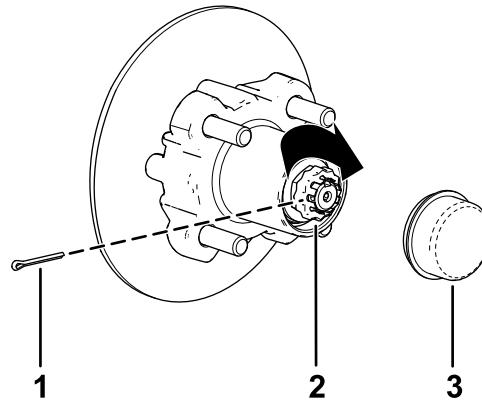

Bild 38
8. Befestigen Sie den Halter über der Mutter und prüfen Sie die Ausfluchtung des Schlitzes im Halter und dem Loch in der Spindel für den Splint (Bild 38).
9. Setzen Sie den Splint ein und biegen Sie jeden Abschnitt um den Halter (Bild 38).
10. Setzen Sie den Staubdeckel auf die Radnabe (Bild 38).